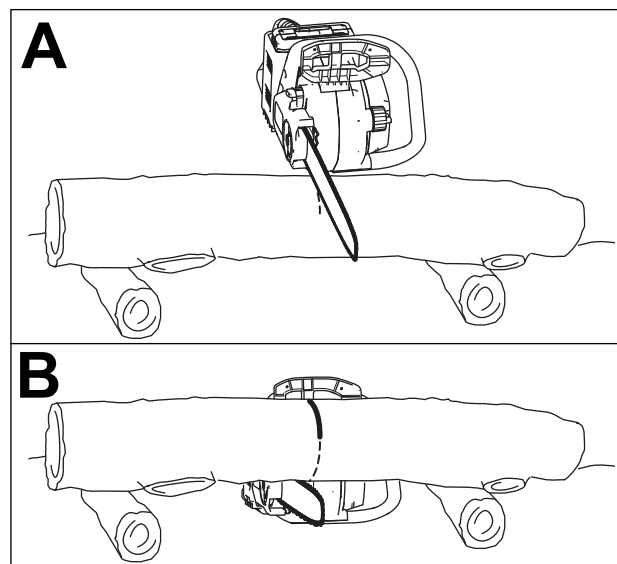

Figure 19
- Si vous sciez les branches d'un arbre abattu ou que vous tronçonnez des billes, soutenez la bille au-dessus du sol (de préférence sur un chevalet); voir Figure 19.